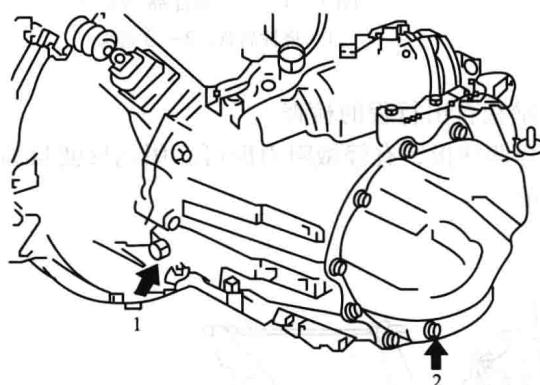

图 1-1-5 手动变速器油加注螺栓和放油螺栓
④ 检查放油螺栓和加注螺栓是否漏油（如图 1-1-5 所示）。